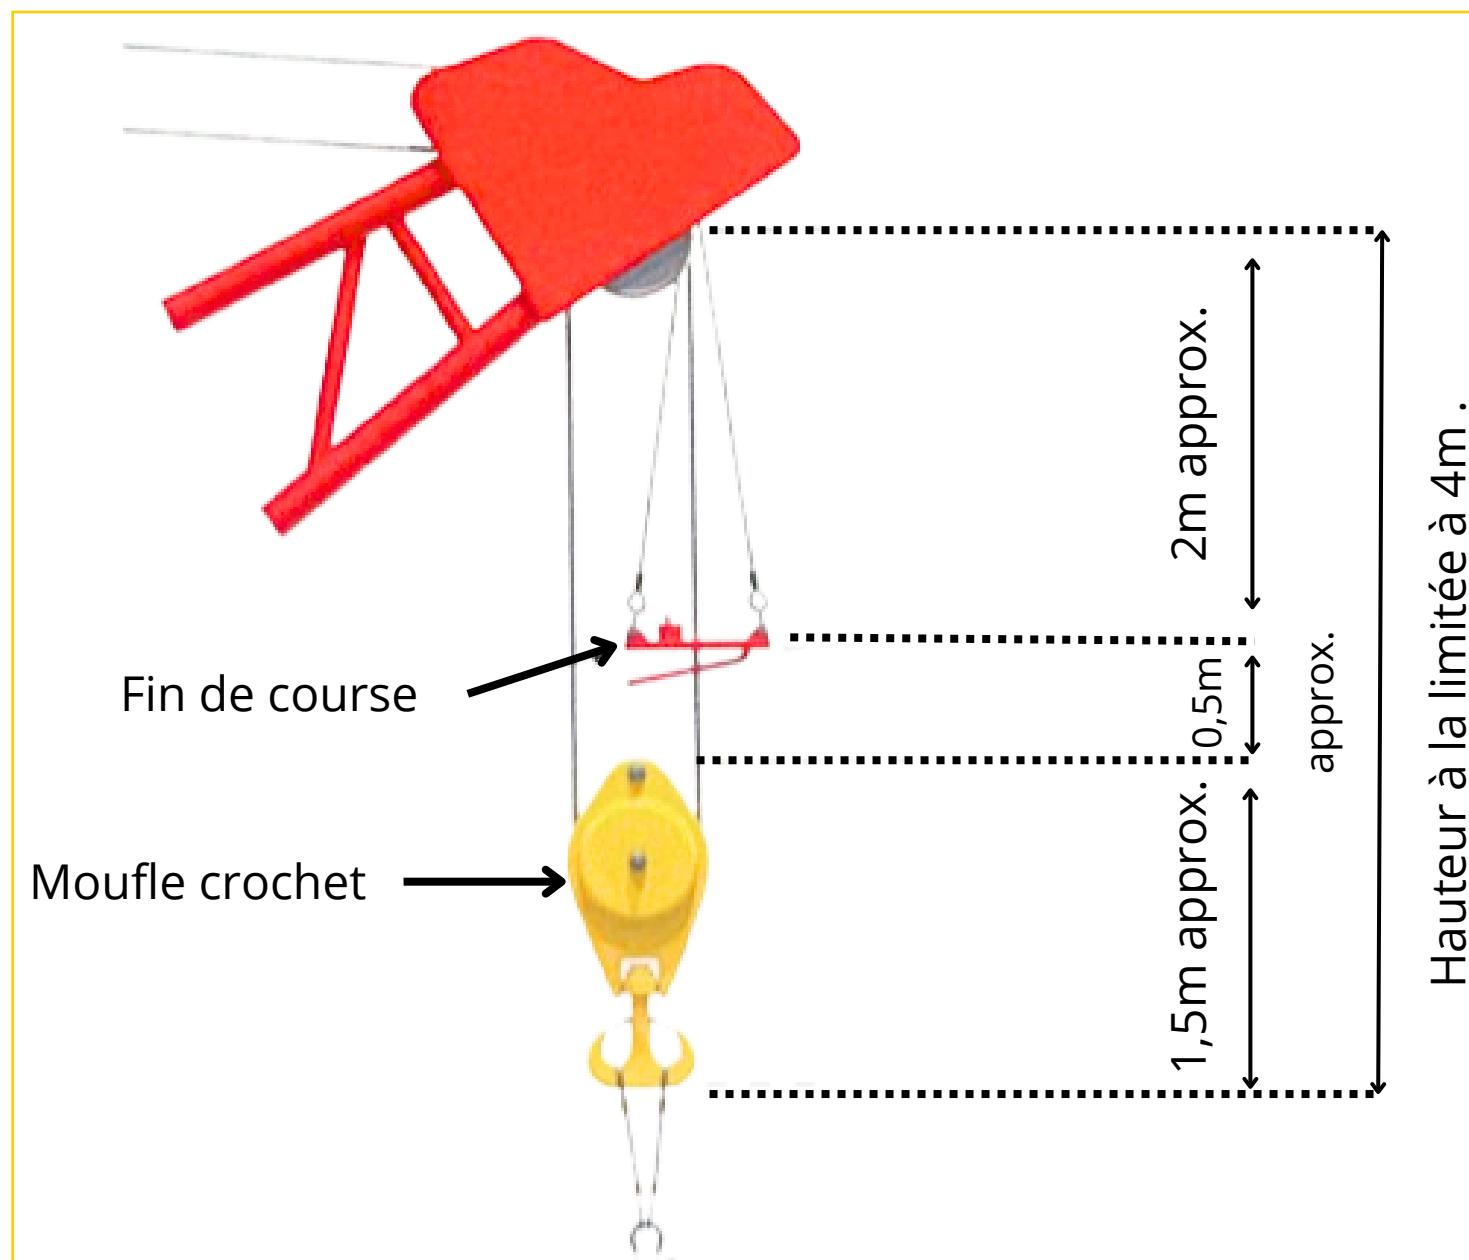

Fig. 7.4
- Lors du levage d'une charge, une fin de course empêche de tirer le crochet à travers le mouflage (voir fig. 7.4 ci-dessous).